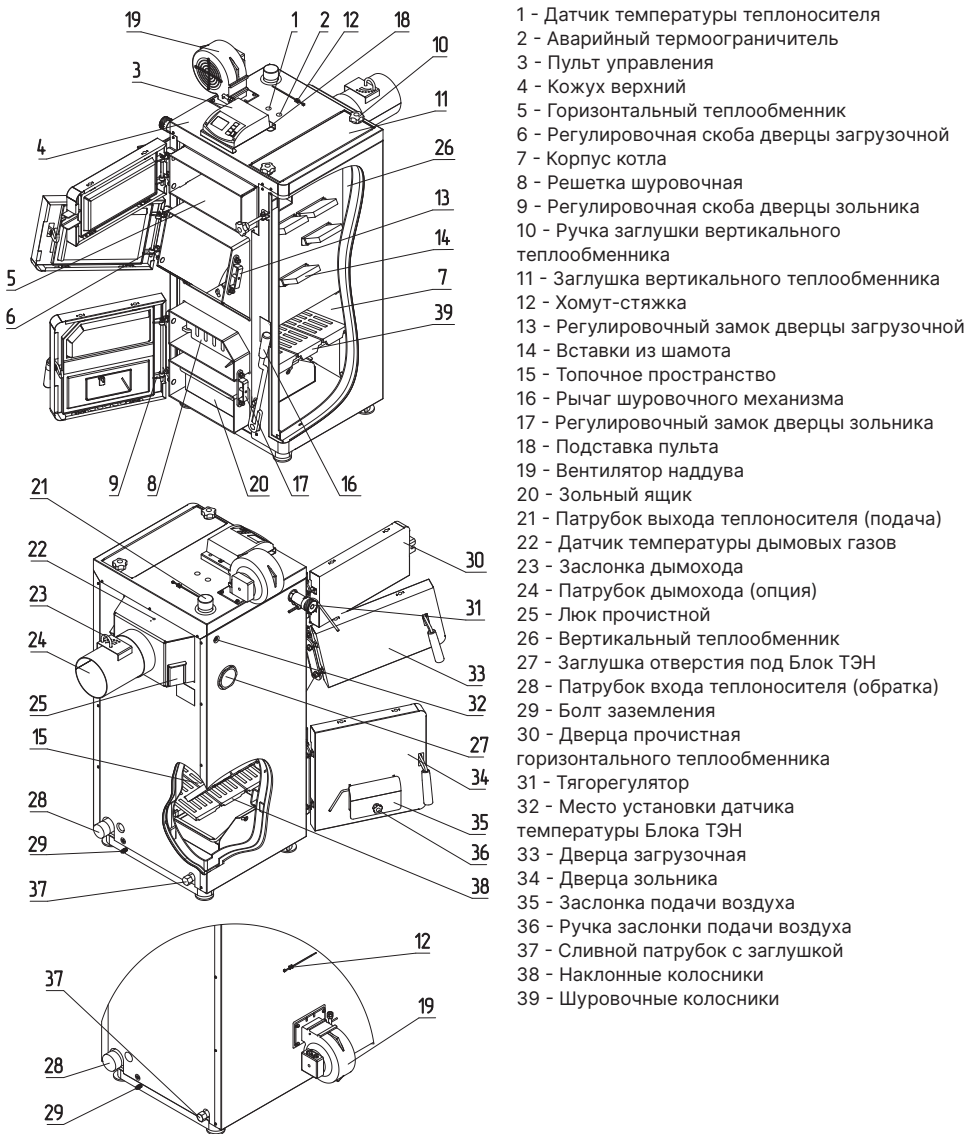

Рис.1 Конструкция отопительного котла
- Эксплуатация котла без зольного ящика (**Рис.1, 2, поз.20**);
- Эксплуатация котла при неправильном расположении рычага шуровочного механизма (**Рис.1, 2, поз.16**).
- Открыть загрузочную дверцу (**Рис.1, 2, поз.33**), кочергу, совок, коробку и паспорт из топки котла;